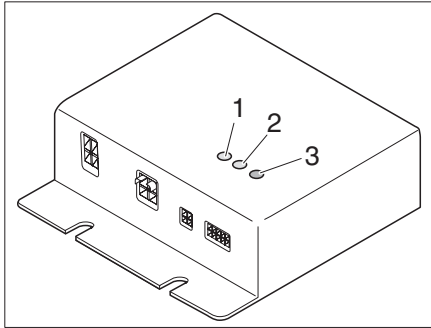

Fig. 83 Aparato regulador
El aparato regulador (Fig. 83) está montado en el armario ropero. Las luces de control del aparato regulador tienen el siguiente significado:
- El LED de control (Fig. 83,1) CC1 se enciende de verde: El circuito de calefacción 1 está en funcionamiento
- El LED de control (Fig. 83,2) CC2 se enciende de verde: El circuito de calefacción 2 está en funcionamiento
- LED de error (Fig. 83,3)